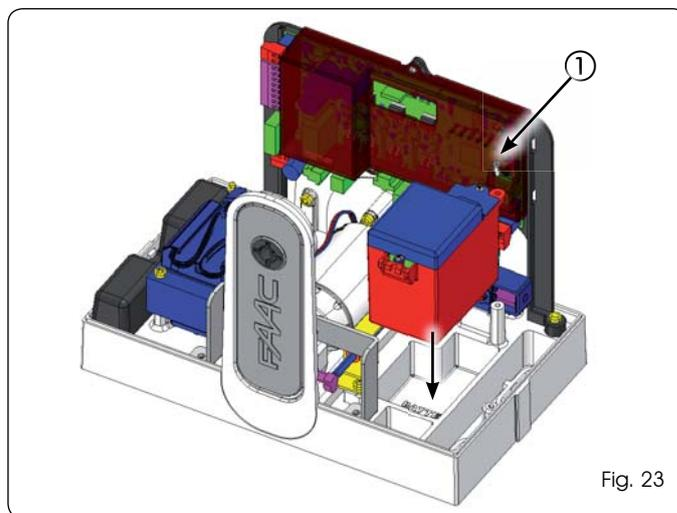

Fig. 23
Installare il kit batteria come indicato in Fig. 23 inserendolo nella apposita sede e bloccandolo con la vite rif. ①. Collegarlo nell'apposito connettore sulla scheda (vedi istruzione relativa).